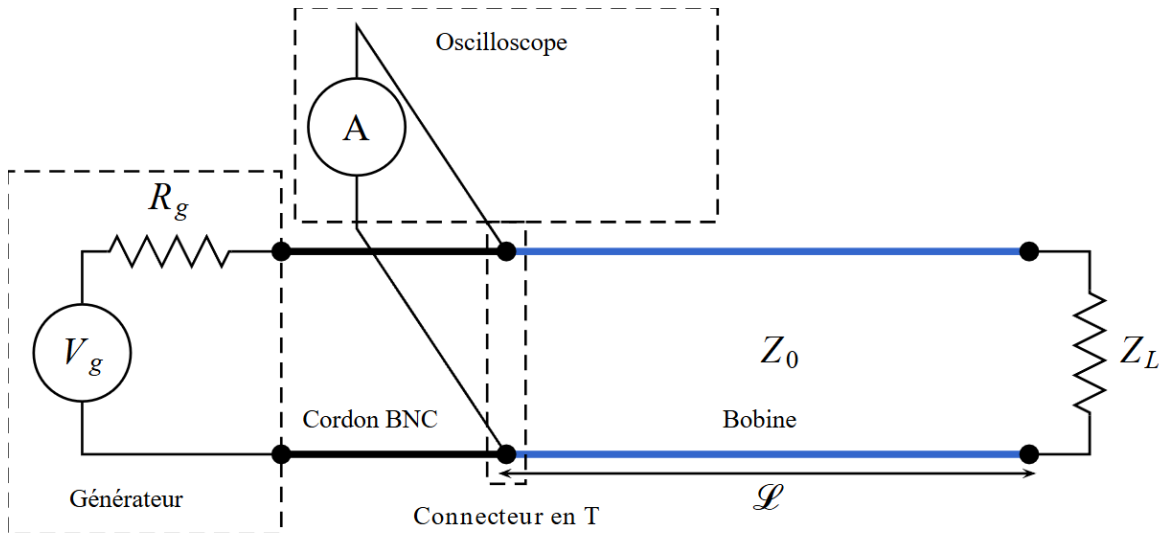

FIGURE 1 – Montage à réaliser pour la section 7.2
- Réaliser le montage comme sur la figure 1,  $\hat{Z}_L$  étant un circuit ouvert.
- Réaliser le montage comme sur la figure 1,  $\hat{Z}_L$  étant une charge variable.